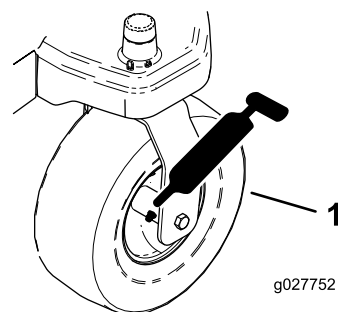
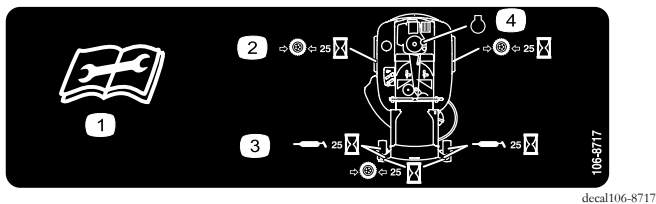

Figura 36
Figura 37
3. Limpie con un trapo los puntos de engrase (Figura 36) y (Figura 37).
4. Conecte una pistola de engrasar a cada punto de engrase (Figura 36 y Figura 37).